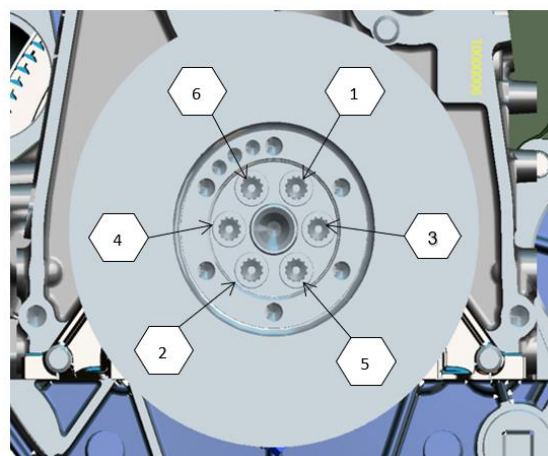

Рисунок 3.34. Порядок затяжки крепежных винтов демпфера крутильных колебаний
- ▶ Обеспечить порядок затяжки болтов крепления, см. рис. 3.34.